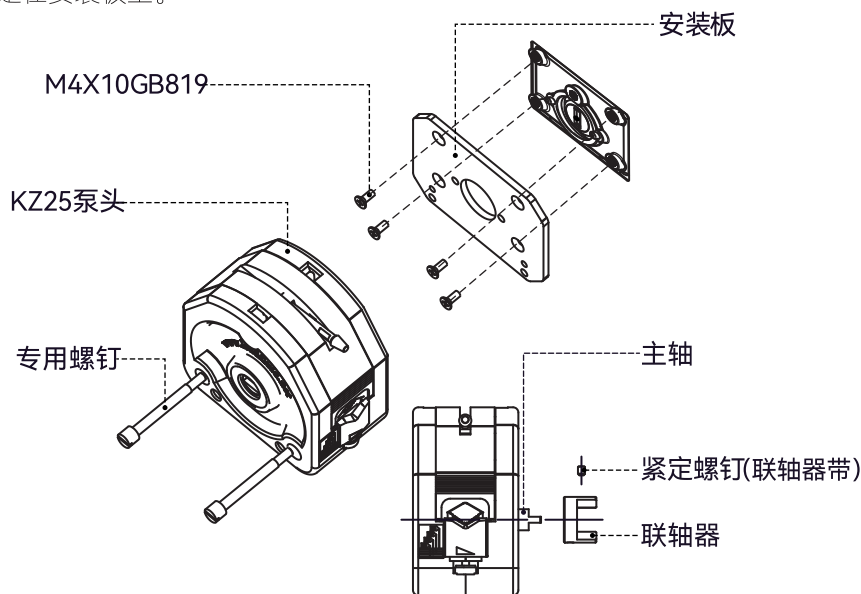

图2 KZ25泵头安装图
- 将驱动器联轴器与泵头连接的联轴节拆下，按照图2所示用紧定螺钉（联轴节自带）固定至泵头扁轴端，固定牢固。